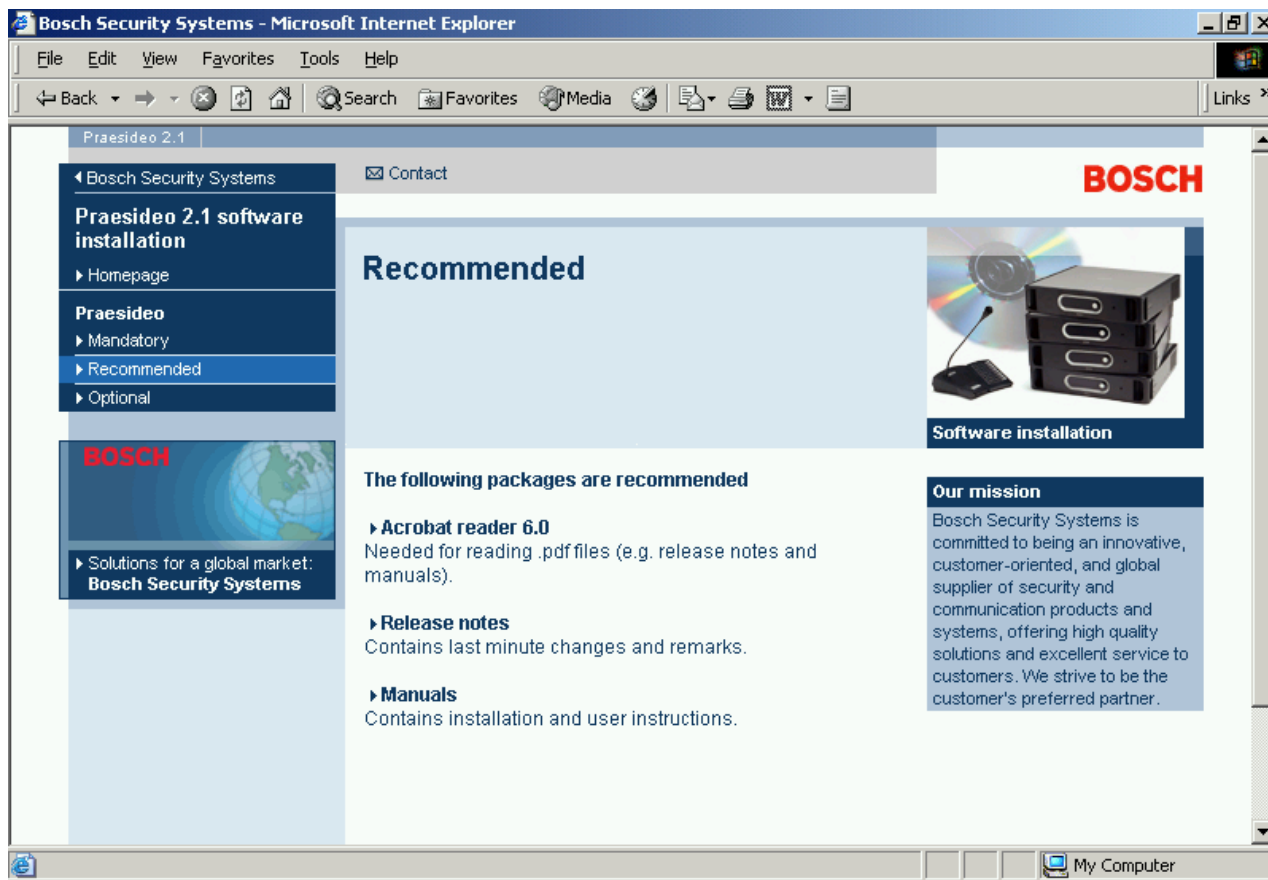

figura 27.1: Pagina dei pacchetti software consigliati
- 2 Fare clic sul collegamento *Recommended*. Appare una schermata simile a quella in figura 27.1.